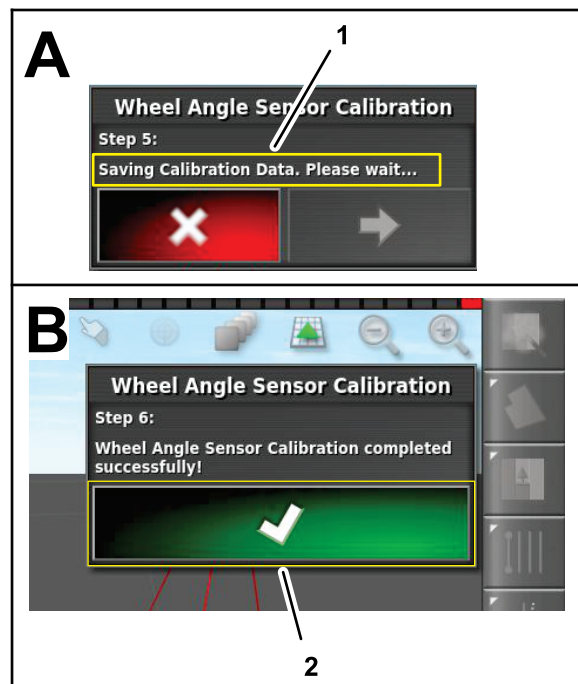

Figura 167
- En el paso 5, espere hasta que la calibración del sensor del ángulo de las ruedas guarde los datos, y pulse el icono Paso siguiente (Figura 167).
- En el paso 6, pulse el icono de confirmación (Figura 167).